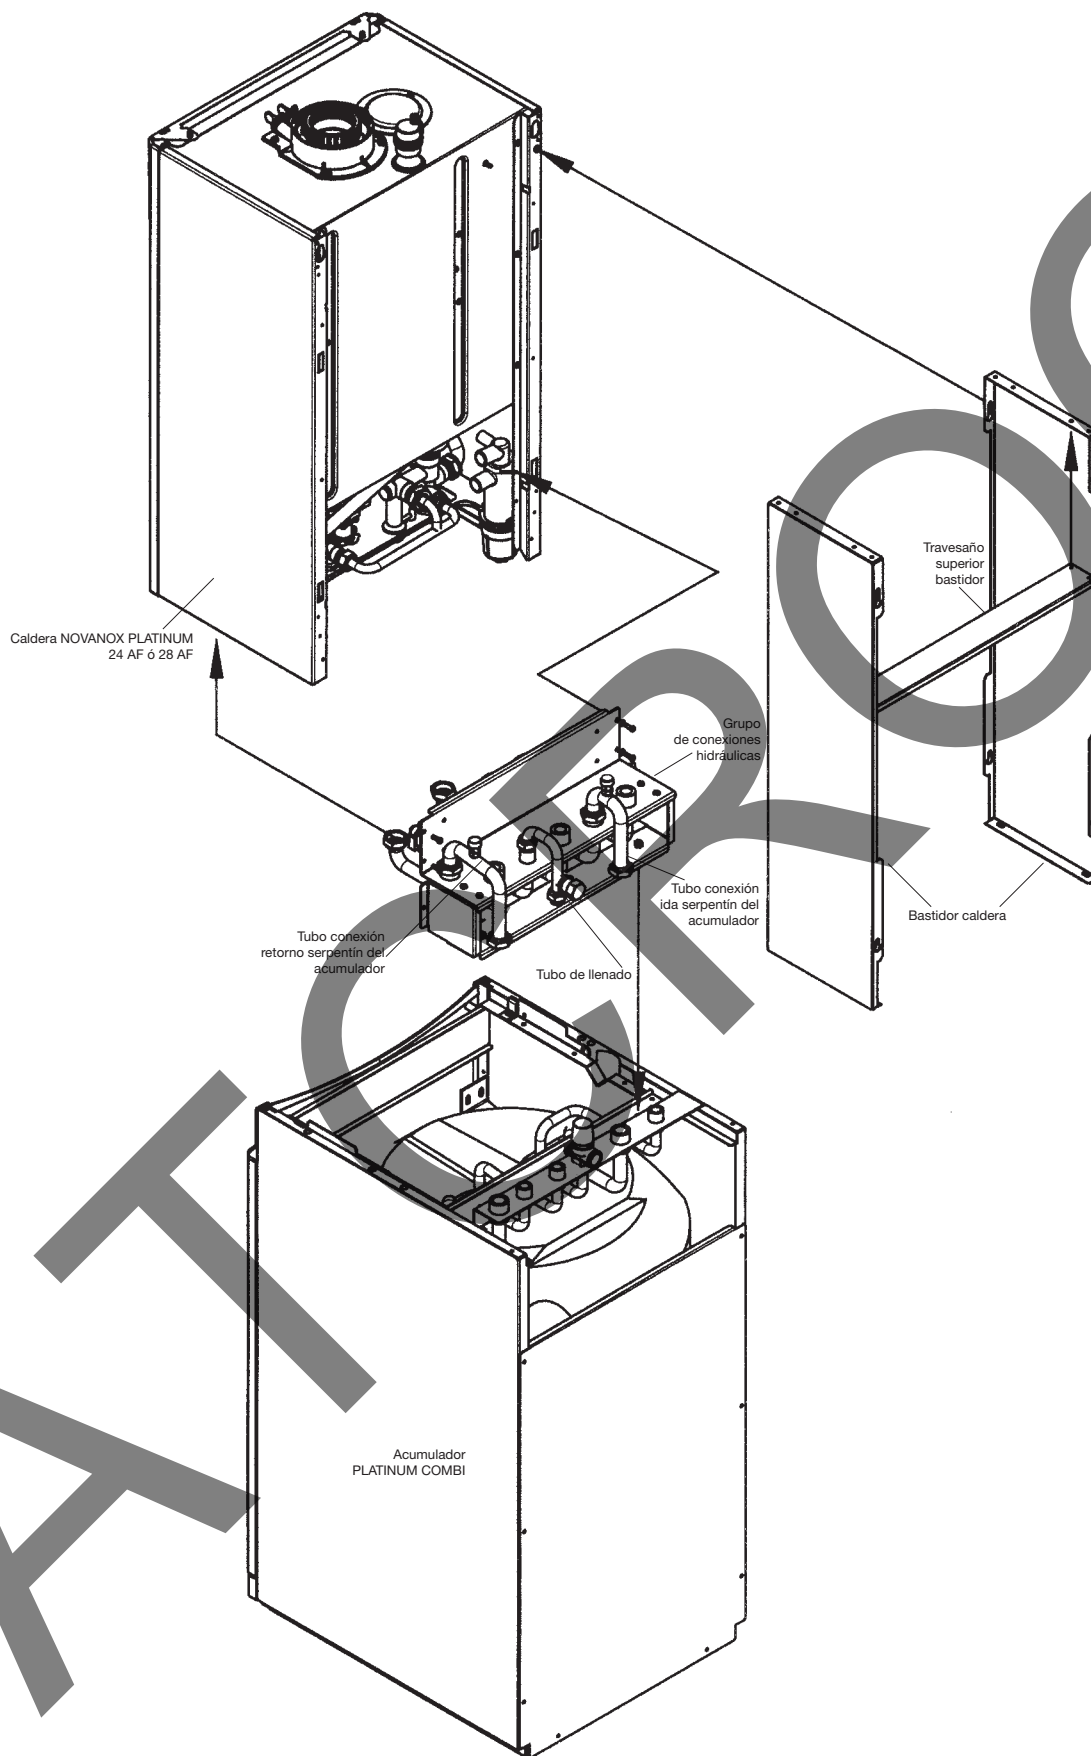

Figura 1A. Secuencia del montaje del conjunto
- Retirar el grupo de conexiones hidráulicas presente en la parte superior del acumulador, desenroscando las dos tuercas de M6. Ver figura 1A.